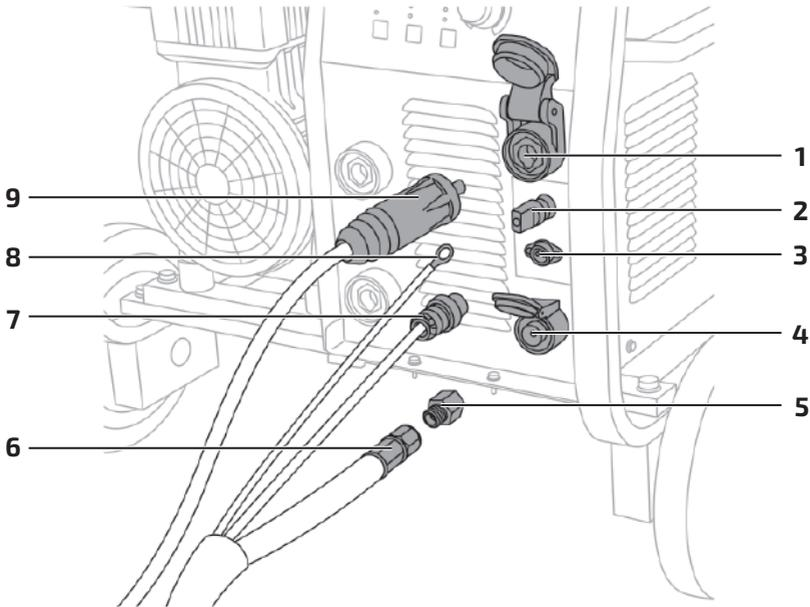

Рис. 7.5.2. Подключение ручного и автоматического плазматрона.
5. Подключите резьбовой разъем плазмотрона к разъему аппарата на передней панели, если у вас плазмотрон, поставляемый в комплекте с аппаратом (см. рис. 7.5.2). **Плазмотрон из ассортимента ГК «СВАРОГ» подключается через резьбовой переходник ¼ (внеш.) – М16х1,5 (внут.) IZT5683.**
4. Подключите резьбовой разъем плазмотрона к разъему аппарата на передней панели (см. рис. 7.5.2), если у вас плазмотрон, поставляемый в комплекте с аппаратом. **Плазмотрон из ассортимента ГК «СВАРОГ» подключается через резьбовой переходник ¼ (внеш.) – М16х1,5 (внут.) IZT5683.**